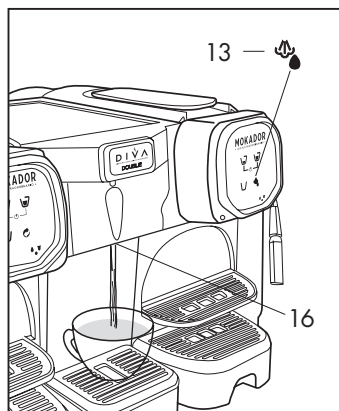

Fig. 11
- Posizionare una tazza sotto il beccuccio (16) (Fig.11)
- Tenendo premuto il simbolo (13) la macchina eroga acqua calda (Fig.11) rilasciare il tasto quando si è raggiunta la quantità desiderata